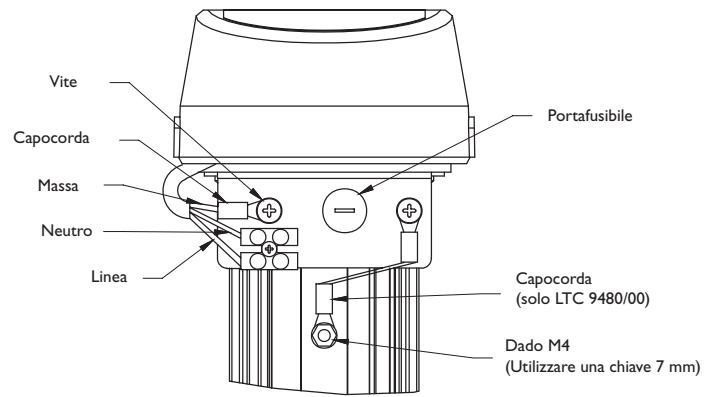

FIGURA 8: Connessioni alimentazione - Unità senza ventola
4. Per una sicura messa a terra viene fornito un terminale a vite ed un capocorda. Per collegare il cavo di messa a terra (verde 115 volt; verde/giallo 230 volt), svitare il capocorda quindi spellare e crimpare il cavo nel capocorda. Collegare il capocorda alla staffa con il cacciavite M4 x 10 in dotazione. (I modelli LTC 9480/00 usano un dado M4 per fissare il capocorda alla base). Vedi figura 8.